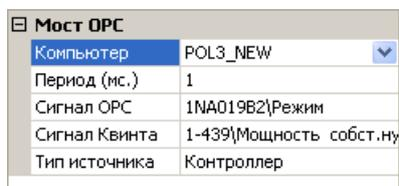

Рисунок 9 - Редактор свойств Моста OPC
- 6 Для изменения свойств добавленных записей используйте редактор свойств (рисунок 9).